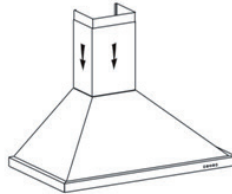

Imagen 4
- 4 Cuelgue la campana en su soporte (véase imagen 4).